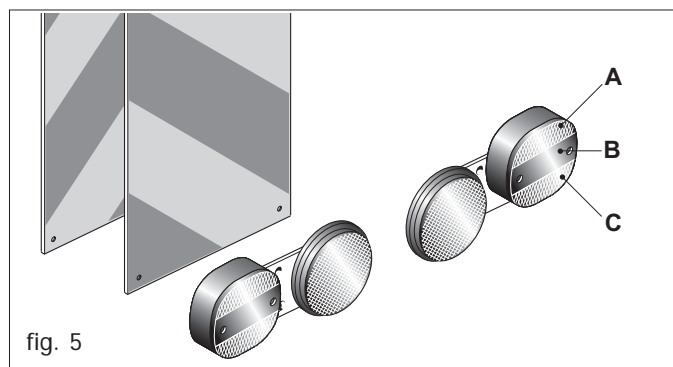

fig. 5
- 37) Wenn die geschleppten oder an dem Schlepper angebrachten Ausrüstungen und Geräte die Sichtbarkeit der Signalisierungs- und Beleuchtungsvorrichtungen des Schleppers verdecken, müssen diese Vorrichtungen auch an den Ausrüstungen angebracht werden, wobei die Vorschriften der im jeweiligen Anwendungsland geltenden Straßenverkehrs-sordnung zu beachten sind. Beim Gebrauch ist zu kontrollieren, daß die Anlage einwandfrei funktioniert. Nachstehend wird die korrekte Sequenz der Leuchten angegeben (Abb. 5):